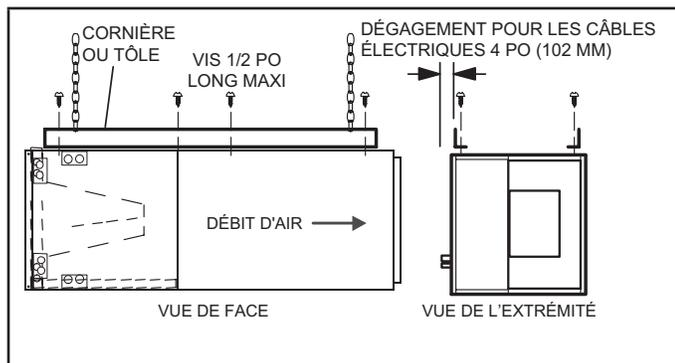

FIGURE 7. Suspension d'une unité horizontale
- 5 - Si l'unité est suspendue, elle doit être supportée sur toute sa longueur. Lorsqu'une chaîne ou une bande métallique est utilisée, fixez un morceau de cornière ou de tôle sur l'unité (au-dessus ou en dessous) de manière à ce que toute la longueur de l'unité soit supportée. Utilisez des vis de 1/2 po de long maximum de manière à ne pas endommager le serpentin ou le filtre. Voir la figure 7. Connectez les plenums d'alimentation et de retour d'air à l'aide de vis à tôle.
- 12 - Si l'unité est suspendue, elle doit être supportée sur toute sa longueur. Lorsqu'une chaîne ou une bande métallique est utilisée, fixer un morceau de cornière ou de tôle sur l'unité (au-dessus ou en dessous) de manière à ce que toute la longueur de l'unité soit supportée. Utilisez des vis de 1/2 po de long maximum de manière à ne pas endommager le serpentin ou le filtre comme illustré à la figure 7. Connectez les plenums d'alimentation et de retour d'air à l'aide de vis à tôle.